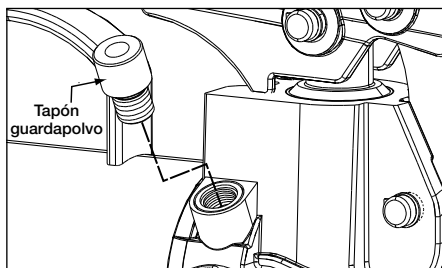

Figura 13, Válvula de alivio (P-77, P-80, P-801 y P-84)
- En los modelos P-77, P-80, P-801 y P-84, la válvula de alivio está situada en el lateral del cabezal de la bomba. Véase Figura 13.